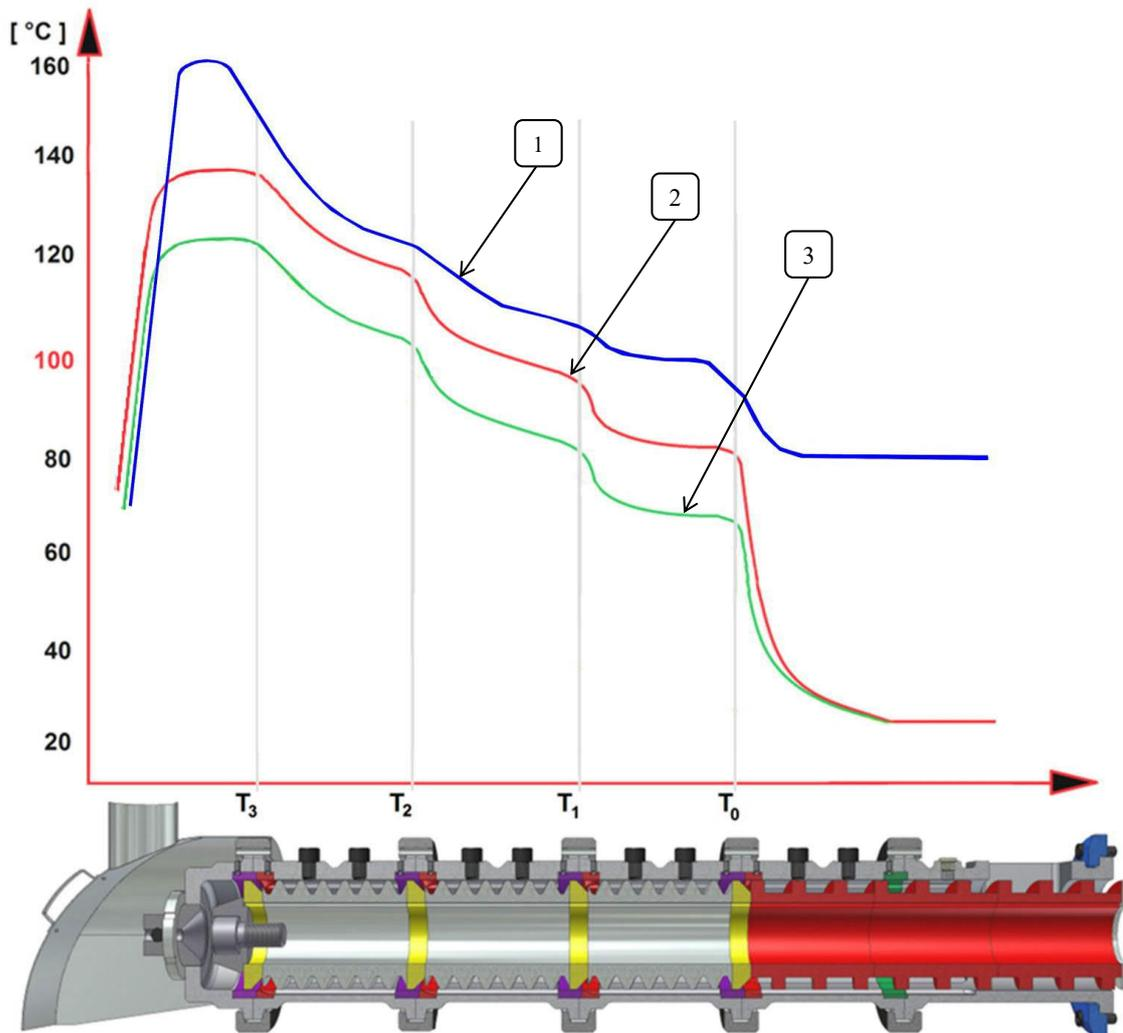

Figure 25 - Theoretisches Profil des Temperaturanstiegs des Extrusionsprozesses
- Halten Sie für einen optimalen Extrusionsprozess von Soja das Temperaturprofil ein, siehe Abbildung 25.
Halten Sie für einen optimalen Extrusionsprozess von Rapspressstücken das Temperaturprofil ein, siehe Abbildung 25.